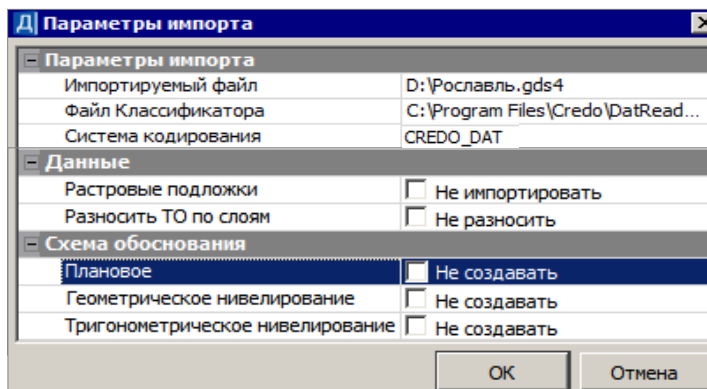

Рис. 3.11
5. На странице **Параметры импорта** можно отключить настройки на импорт раstra и создание схемы обоснования (рис. 3.11).